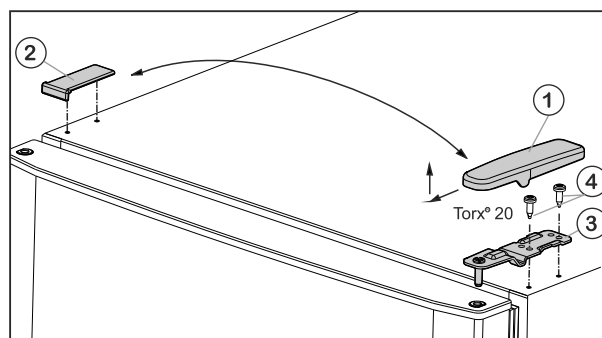
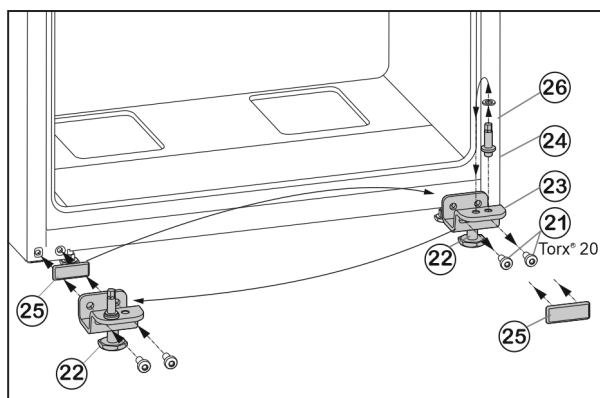

Fig. 5
Fig. 7
- ▶ Enlever le cache Fig. 5 (1) vers l'avant et vers le haut.
- ▶ Retirer le cache Fig. 5 (2).
- ▶ Dévisser le support d'appui supérieur Fig. 5 (3) (2 Torx® 20) Fig. 5 (4) et retirer vers le haut.
- Desserrer les vis de fixation Fig. 7 (21).
- Retirer l'ensemble du support de palier inférieur Fig. 7 (23) avec le boulon de palier Fig. 7 (24), la rondelle Fig. 7 (26) et le pied de réglage Fig. 7 (22).
- Dévisser l'ensemble du boulon de palier Fig. 7 (24) avec la rondelle Fig. 7 (26), déplacer le tout dans le trou de préhension du côté opposé du support de palier et revisser fermement.
- Retirer avec précaution la plaque de recouvrement Fig. 7 (25) et la déplacer du côté opposé.
- Revisser l'ensemble du support de palier inférieur Fig. 7 (23) avec le boulon de palier Fig. 7 (24), la rondelle Fig. 7 (26) et le pied de réglage Fig. 7 (22) du côté de la nouvelle charnière, au besoin à l'aide d'une visseuse sans fil (**en appliquant un couple de 4 Nm**).
- Placer la porte inférieure depuis le haut sur le boulon Fig. 7 (24).
- Remettre en place le support de palier du milieu (13) à 180° dans la porte inférieure et la visser solidement à l'aide des vis de fixation (11) (2 fois Torx® 20) sur le nouveau côté de la charnière (**avec 4 Nm**).
- Remettre en place la rondelle de plastique (10).
- Mettre en place la porte supérieure sur le support de palier (13).
- Placer le support d'appui supérieur Fig. 5 (3) sur le nouveau côté charnière de porte.
- Revisser le support de palier (**en appliquant un couple de 4 Nm**) (2 Torx® 20) Fig. 5 (4). Utiliser au besoin une visseuse sans fil.
- Remettre en place l'habillage Fig. 5 (1) du côté opposé depuis l'extérieur et l'enclencher.
- Remettre en place l'habillage Fig. 5 (2) du côté opposé depuis le dessus et l'enclencher.
- Dévisser le pied de réglage Fig. 7 (22) au niveau du support de palier inférieur Fig. 7 (23) jusqu'à ce qu'il repose au sol.